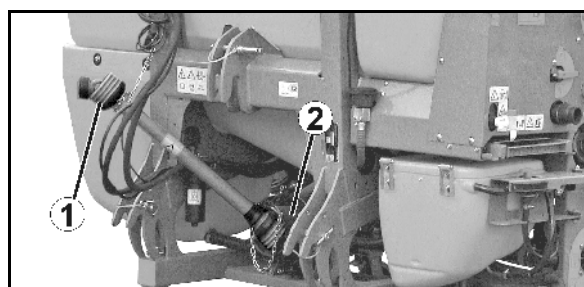

Fig. 12
- Fig. 12/...
- (1) Protección del árbol de transmisión
- (2) Embudo de protección